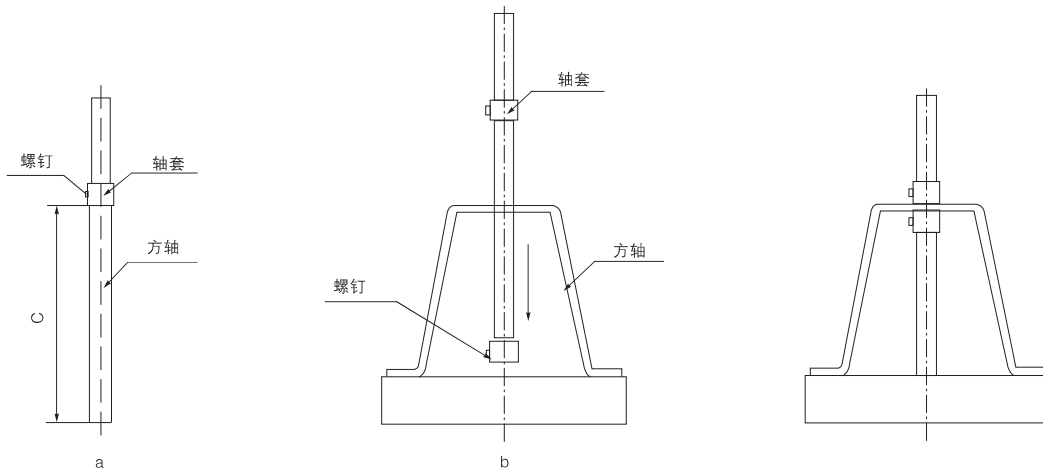

图17 双投开关的方轴装配示意图
b)将一轴套套在方轴上，并保证一端的尺寸不小于表10中的C值，然后拧紧轴套上的紧固螺钉(见图17的a)；